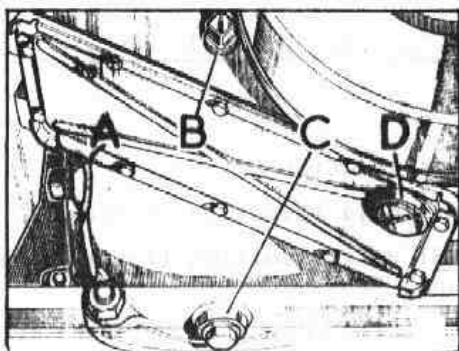

Fig. C-12 Tapones de llenado y nivel,
- 1.2. Quitar los tapones de vaciado, C y D (Fig. C-12) de la caja de velocidades y de la reductora.
- 2.1. Retirar los tapones A y B (Fig. C-12).
2.2. Utilizando el tipo de aceite que corresponda (Sección X) llenar la caja de velocidades hasta que el nivel de lubricante alcance el tapón, A (Fig. C-12). Lo mismo se hará con la caja reductora, tomando como referencia los agujeros B. Terminada la operación se colocarán los tapones.